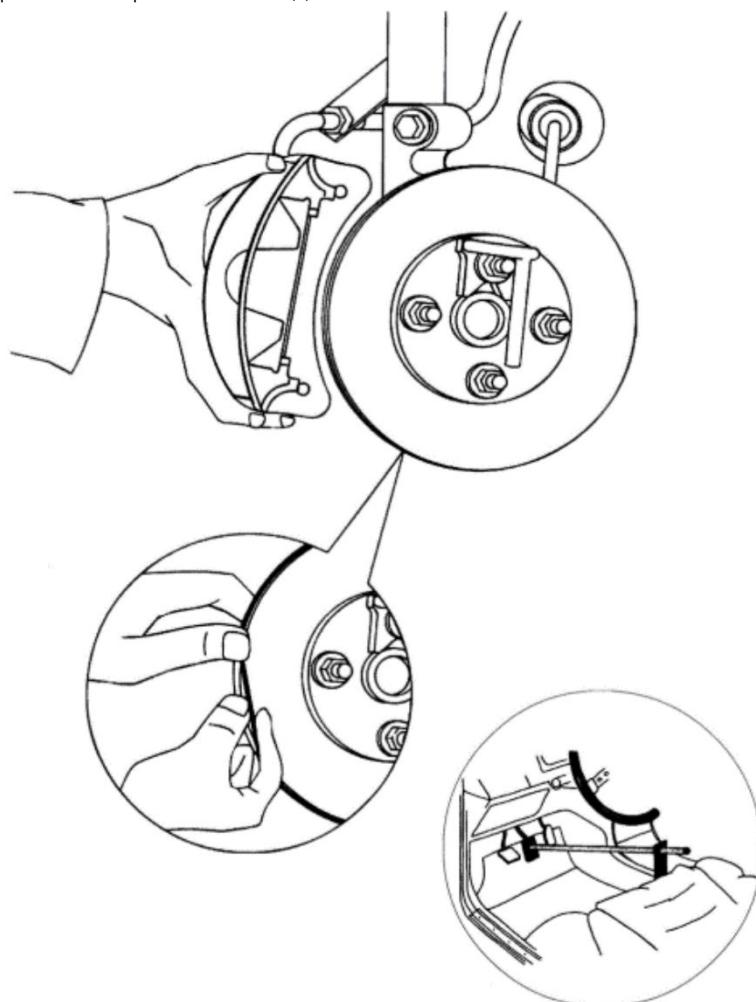

Рисунок 28
7.9.6 Удалите резиновый успокоитель из тормозного диска (рис. 28).
7.9.16 Установите приспособление для зажима педали тормоза, чтобы заблокировать диск (рис. 28).